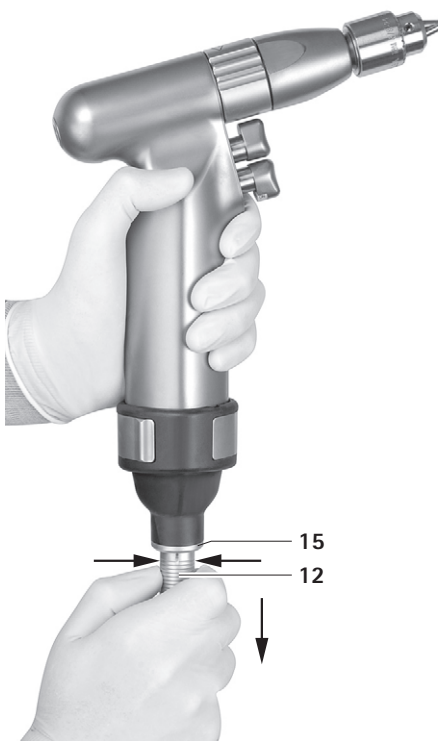

Рис. 7
- ▶ Отключение соединительного кабеля Electro 11: Удерживая штекер 12 в точках с маркировкой (стрелки), отключить его от гнезда 15, см. Рис. 7.